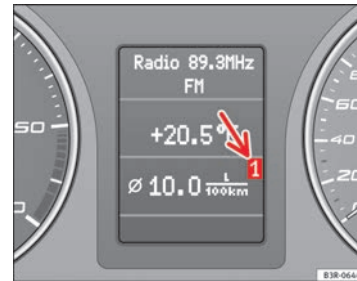

Abb. 59 Bordcomputer: Speicherebene 1
Welche Speicherebene gerade im Display angezeigt wird, können Sie anhand der dargestellten Nummer ⇒ Abb. 59 erkennen. Die Daten des Einzelfahrt-Speichers (Bordcomputer 1) werden angezeigt, wenn im Display eine **1** erscheint. Erscheint eine **2**, werden die Daten des Gesamtfahrt-Speichers (Bordcomputer 2) angezeigt.
- Die Reset-Taste (B) so lange antippen, bis der Bordcomputer (Speicherebene 1 oder 2) im Display ⇒ Abb. 59 erscheint.